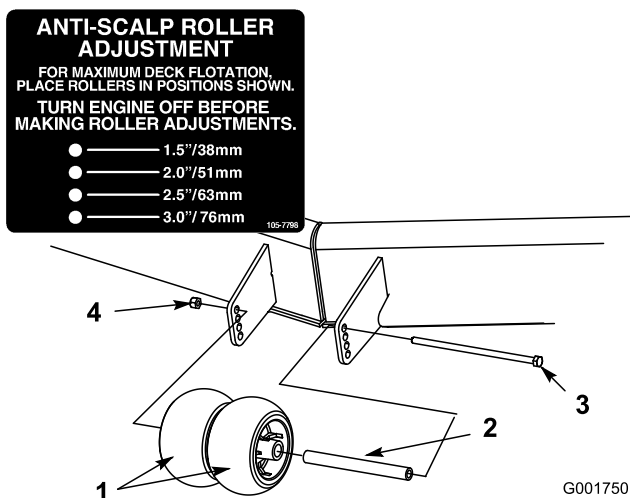

Figure 19
3. Lorsque la hauteur de coupe est réglée, enlevez l'écrou à embase, la bague et le boulon (Figure 19).
- Choisissez le trou qui convient pour que les galets centraux se trouvent le plus près possible de la hauteur de coupe correspondante voulue (Figure 19).
- Posez les galets centraux, la bague, l'entretoise, le boulon et l'écrou (Figure 19).